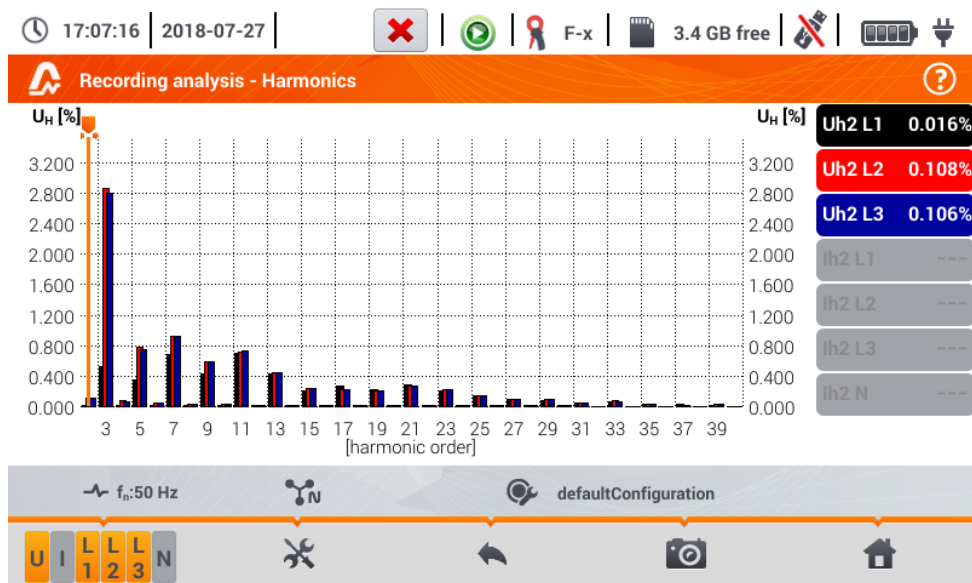

Fig. 5.23. Live Modus - Oberschwingungen - Balkendiagramm
Wird wie in **Abschn. 5.8** Schritt ③ das  Symbol ausgewählt, erscheint folgende Ansicht Fig. 5.23. Bestandteile dieser sind der Graph, den Bezeichnungen rechts und dem Funktionsmenü.